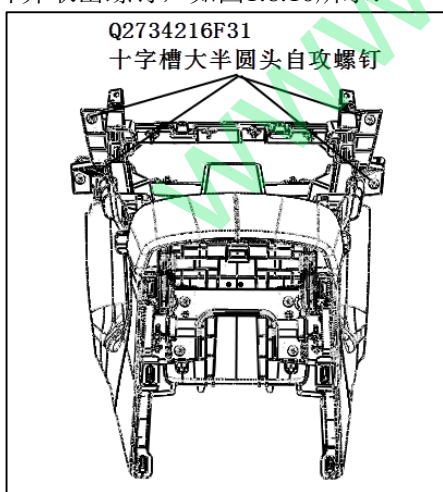

图 1.6.10 副仪表板螺钉的拆卸
- (3) 用十字螺丝刀将固定副仪表板本体与下本体的四个螺钉松开并取出螺钉, 如图1.6.10所示: